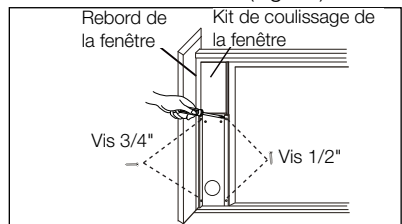

Fig. 20
3. Fermez complètement la guillotine coulissante contre le kit de coulissage de la fenêtre. (Fig. 20)
4. Fixez deux vis 1/2" pour maintenir le kit de coulissage de la fenêtre à la guillotine de la fenêtre. (Fig. 20)
5. Fixez deux vis 3/4" pour maintenir le kit de coulissage de la fenêtre au rebord de la fenêtre. (Fig. 20)